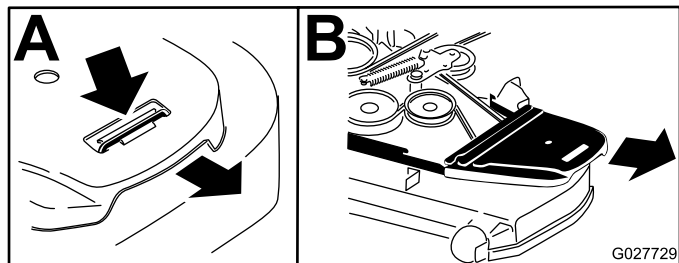

Figura 57
7. Retire as coberturas da correia (Figura 57).